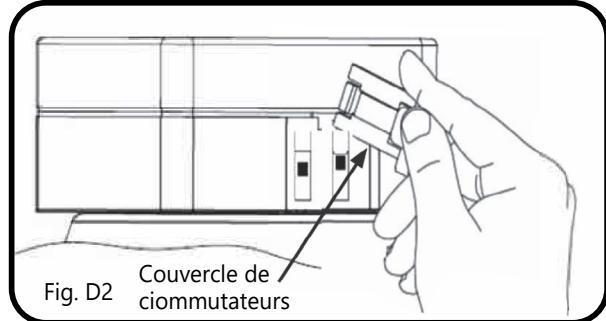

Fig. D2 Couvercle de ciommuteurs
- D** Retirez le couvercle de l'interrupteur sur le luminaire pour accéder aux commutateurs lumen et CCT, comme illustré à la Fig. D2